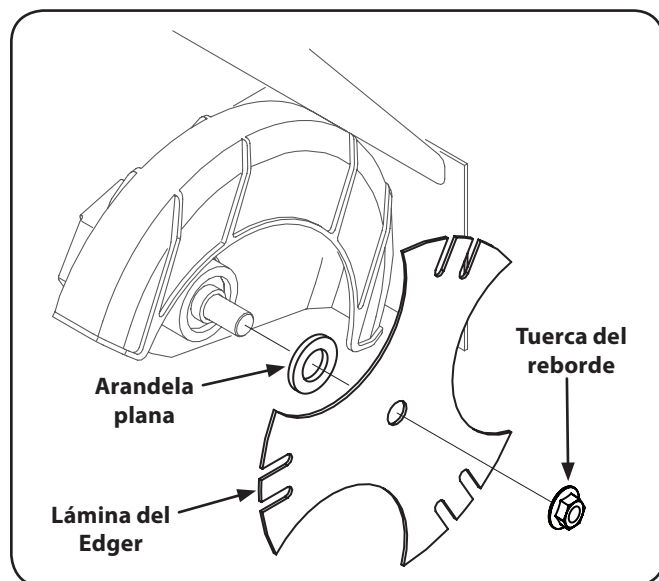

Figura 6-1
1. Use dos llaves (una para impedir que la cabeza del perno hexagonal gire loca y la otra para desenroscar la tuerca de brida) para extraer la cuchilla de la bordeadora. Consulte la Figura 6-1.